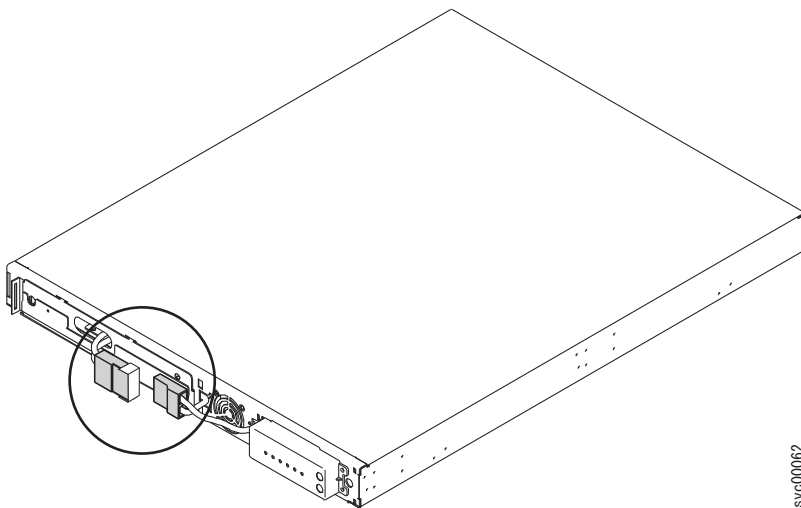

図 332. 保護テープ付きの 2145 UPS-1U 内部バッテリー・コネクタ
3. 図 332 の円内に示すように、内部バッテリー・コネクタを切り離します。